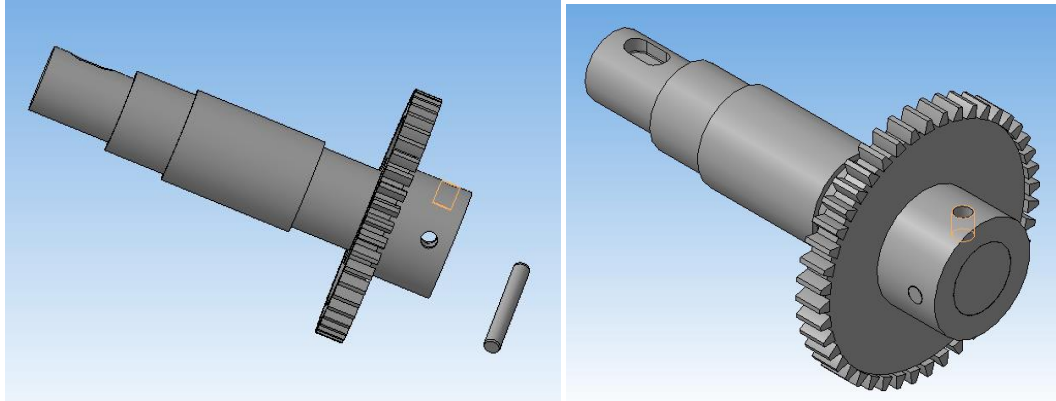

Рисунок 104.
5. Добавьте из файла «Штифт» (рисунок 104). Выберите на «Инструментальной панели»- «Сопряжения» - «Соосность». Поочередно